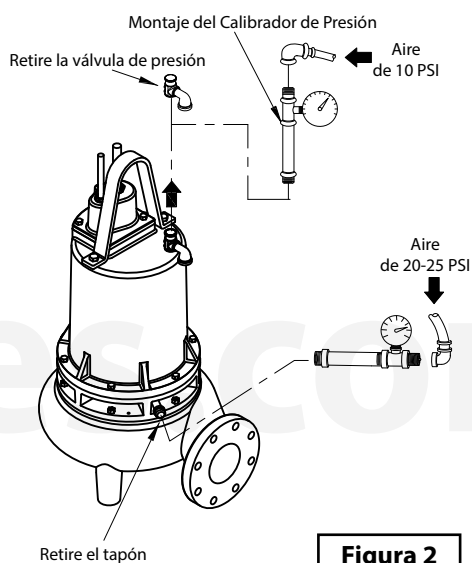

Figura 2
Cubierta de Motor - El aceite debe estar al nivel normal. Retire la válvula de presión (11) de la cubierta (3). Aplique sellador de tuberías al calibrador y colóquelo en lugar del tapón (vea la figura 2). Presurice la cubierta a 10 PSI.